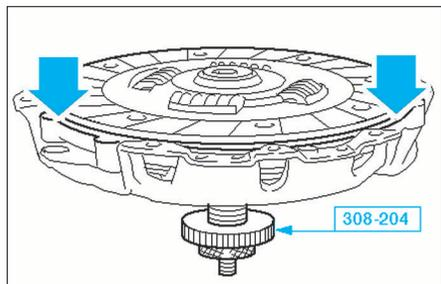

FIG. 2
- Positionner le disque sur le volant à l'aide d'un mandrin de centrage approprié ou centrer le disque sur le mécanisme à l'aide de l'outil Ford 308-204 (Fig.2).